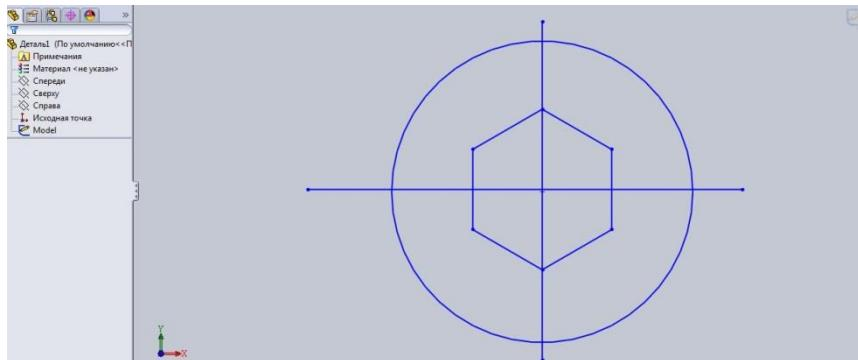

Рис. 12.5
**SolidWorks** відкриє потрібний документ (рис. 12.5), із яким далі можна працювати як зі звичайним документом цієї програми.